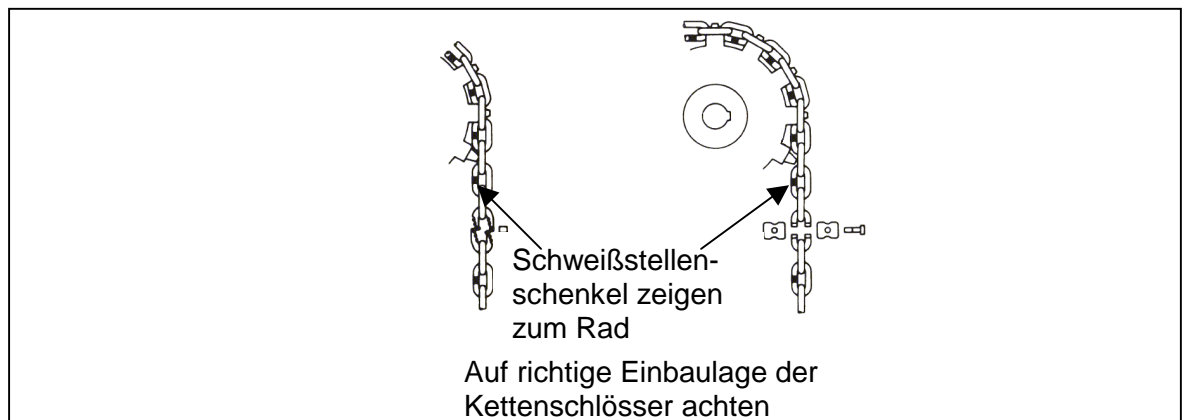

Bild 5
4.4 Ziehen Sie die Verbundenen Kettenstränge in die Anlage ein (Bild 5).
Die Schweißstellen der vertikal angeordneten Glieder müssen beim Lauf über die Zahnkettenräder und Kettenrollen zum Radmittelpunkt zeigen (Bild 5). Zug- und Biegespannungen könnten ansonsten zum Bruch der Schweißstelle führen.